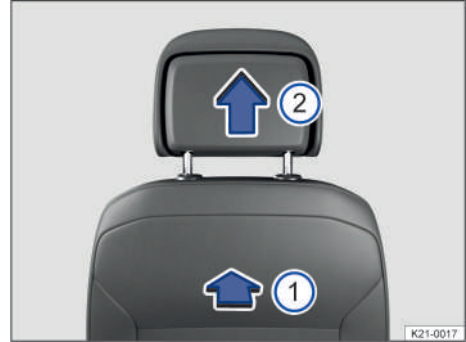

Fig. 103 Desmontaje de los apoyacabezas delanteros (representación esquemática).
2. Para desbloquearlo, busque el rebaje situado en la parte posterior del respaldo por la zona marcada → fig. 103 ①, presiónelo en el sentido de la flecha y manténgalo presionado.
3. Extraiga el apoyacabezas en el sentido de la flecha → fig. 103 ②.